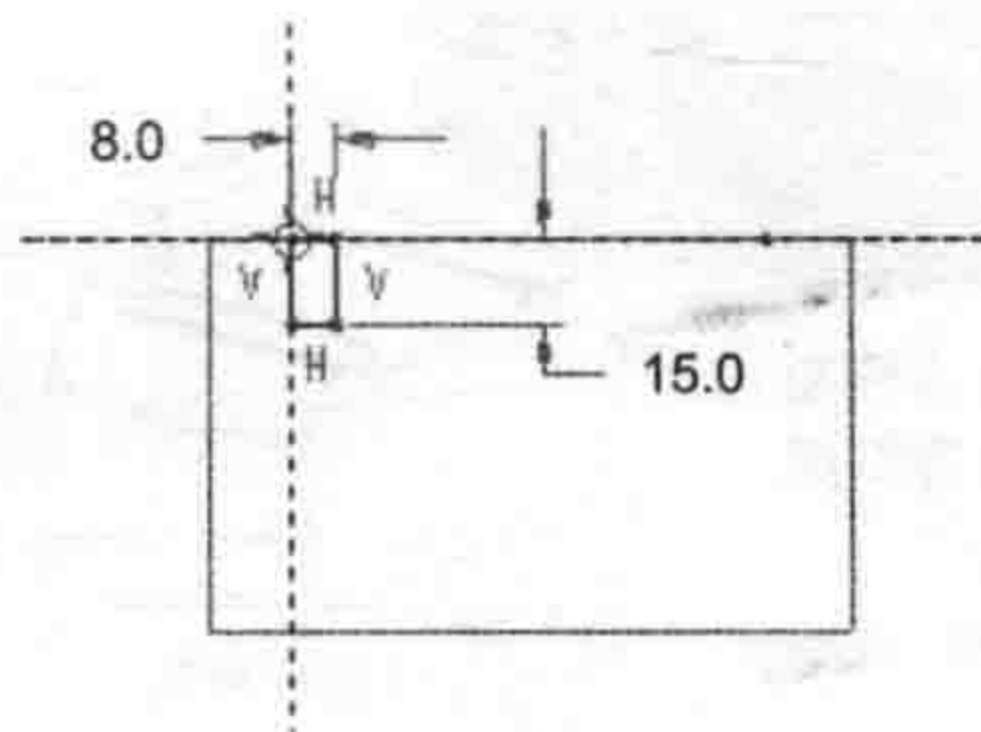

图 2.8 截面草图
(3) 创建扫描特征的截面。在 **ATTRIBUTES (属性)** 菜单中，选择 **Merge Ends (合并端)** $\rightarrow$ **Done (完成)** 命令；绘制并标注图 2.8 所示的扫描截面草图，完成截面的绘制和标注后，单击“完成”按钮 $\checkmark$ 。
(4) 单击“伸出项：扫描”对话框中的 **预览** 按钮，预览所创建的特征，然后单击“伸出项：扫描”对话框中的 **确定** 按钮。